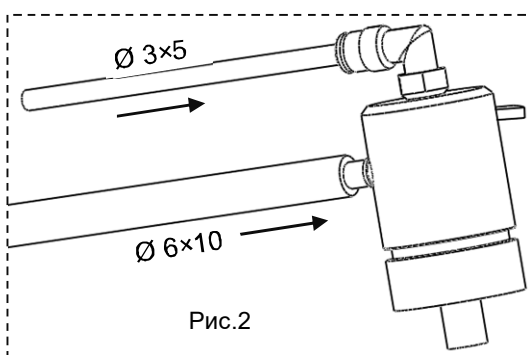

Рис.2
- пневмошланг $\varnothing 6 \times 10$ надеть на боковой штуцер проектора, пневмотрубку $\varnothing 3 \times 5$ установить в угловой фитинг проектора КЦС, рис.2, см. Приложение Эксплуатация быстроразъемных соединений;